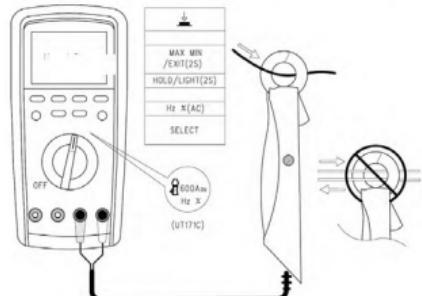

рис.11
9. Измерение калипера наружного тока 60 A / 600 A (см. рис.11)
Нажать кнопку RANGE для переключения диапазона измерения 60 A / 600 A, кнопку SELECT для выбора измерения калипера переменного и постоянного тока для измерения (см. рис.11), с помощью калипера тока, установленного на принадлежностях, проводить измерение по соединению в рисунке.